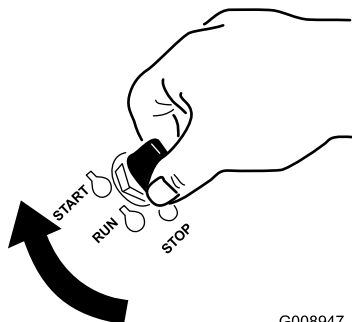

Figure 16
1. Tournez la clé de contact à la position de DÉMARRAGE (Figure 16).
5. Tournez la clé de contact à la position de DÉMARRAGE(Figure 16). Relâchez la clé quand le moteur démarre.